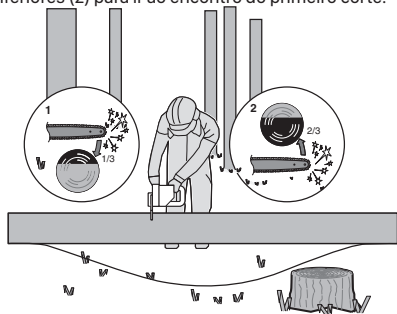

Figura 5
Quando o tronco estiver apoiado em ambas as extremidades, conforme ilustrado na Figura 5, corte $1/3$ do diâmetro da parte superior (corte superior) (1). De seguida, realize o corte final através do corte superior de $2/3$ inferiores (2) para ir ao encontro do primeiro corte.